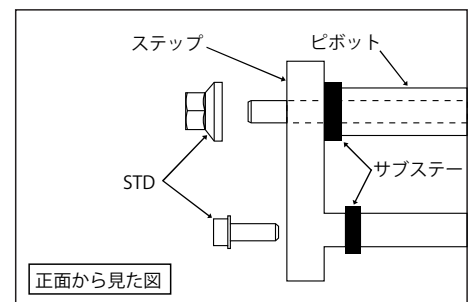

図 1
- ① サブステーを車体へ取り付けます。
3. 取り外したカラーの位置にサブステーが来るようにセットし純正ボルトとナットを締め付けて下さい(図. 1)